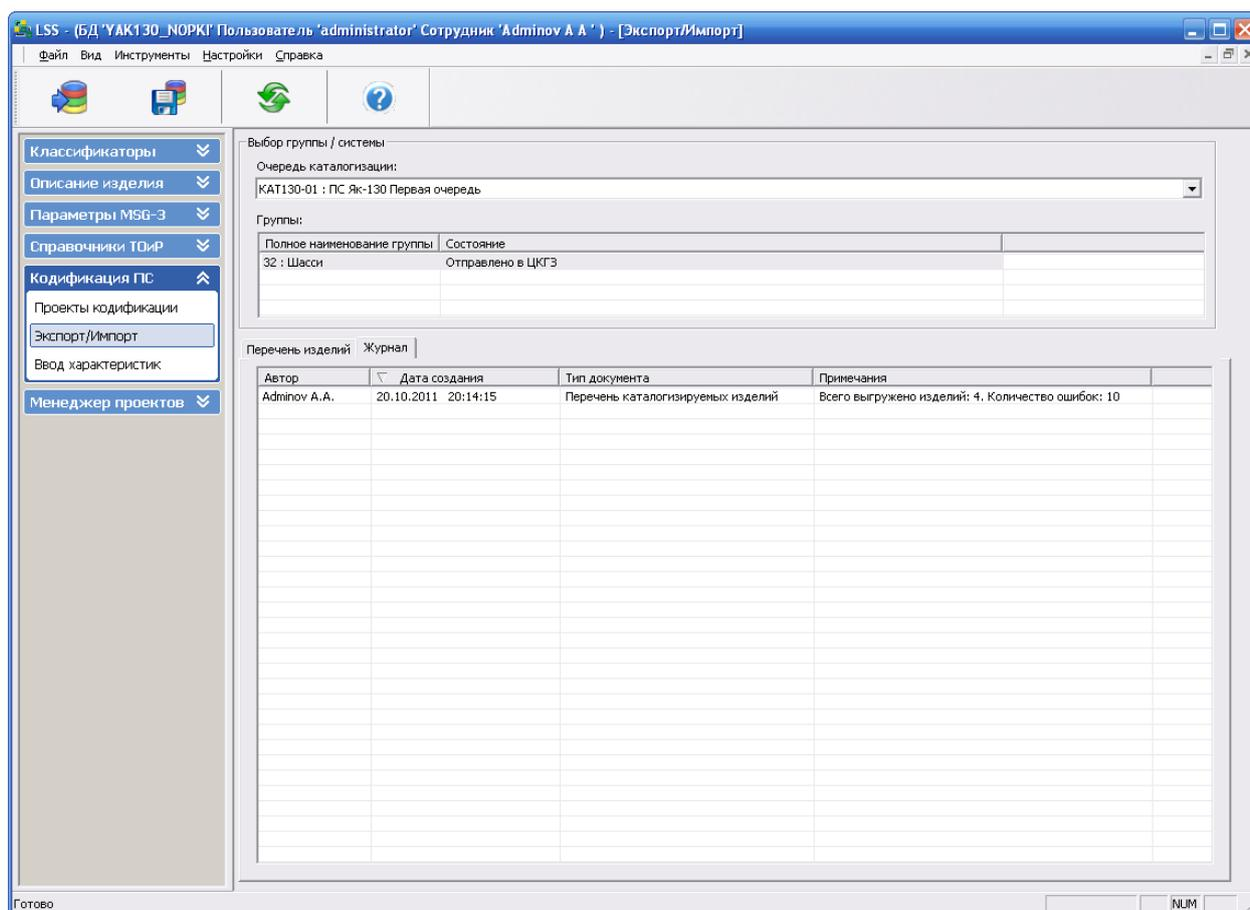

Рис. 2-29
- На вкладку **Журнал** будет добавлена следующая информация (рис. 2-29):
- На вкладку **Журнал** (рис. 2-29) будет добавлена следующая информация: